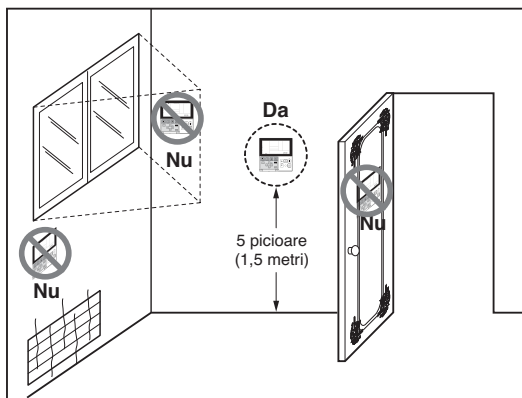

Fig.1 Locații tipice pentru telecomandă
- Această telecomandă este echipată cu un afișaj cu LED-uri cu șapte segmente. Pentru afișarea corespunzătoare a LED-urilor telecomenzii, telecomanda trebuie instalată corect, precum este prezentat în Fig. 1. (Înălțimea standard este de 1,2~1,5 m de la nivelul podelei.)